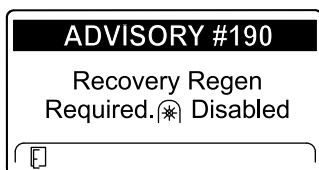

Figura 46
- Regenerare de recuperare necesară - priză de putere dezactivată ADVISORY #190 (recomandarea nr. 190) (Figura 46)